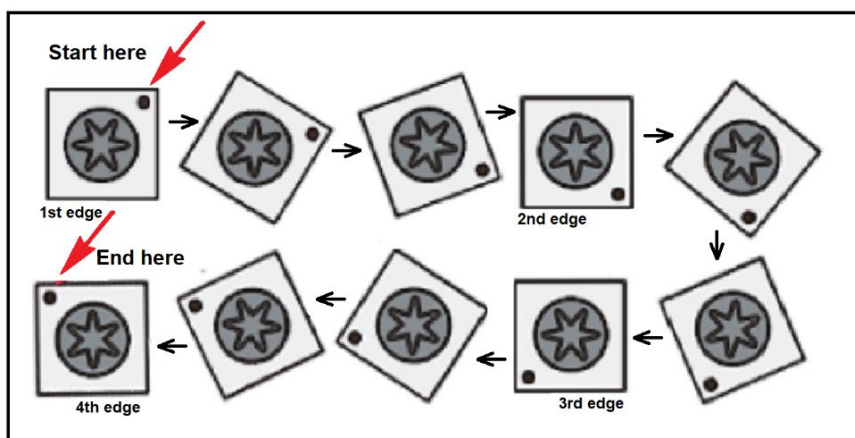

Abb. 19
- 5 Drehen Sie die Wendepplatte um 90 Grad im Uhrzeigersinn oder setzen Sie eine neue Hartmetallplatte in der "Startposition" ein (Abb. 19). Setzen Sie die Schraube in das Loch und drehen Sie sie mit dem Finger nach unten.